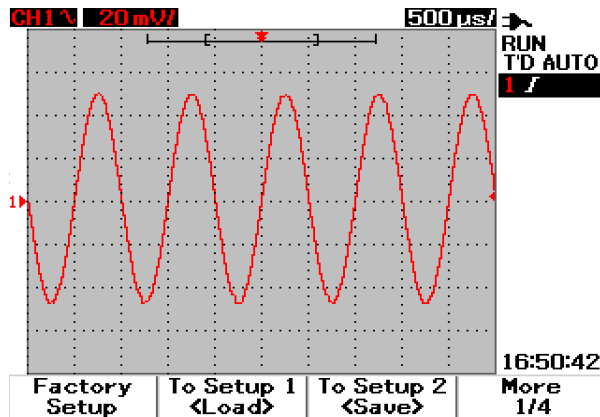

图 3-41 <Load> 显示表示已将配置设置文件保存到 Setup 1，您可以按 F1 从内部存储器检索该设置。
- 5 再次按 F1 可从内部存储器载入 Setup 1，请参考图 3-41。